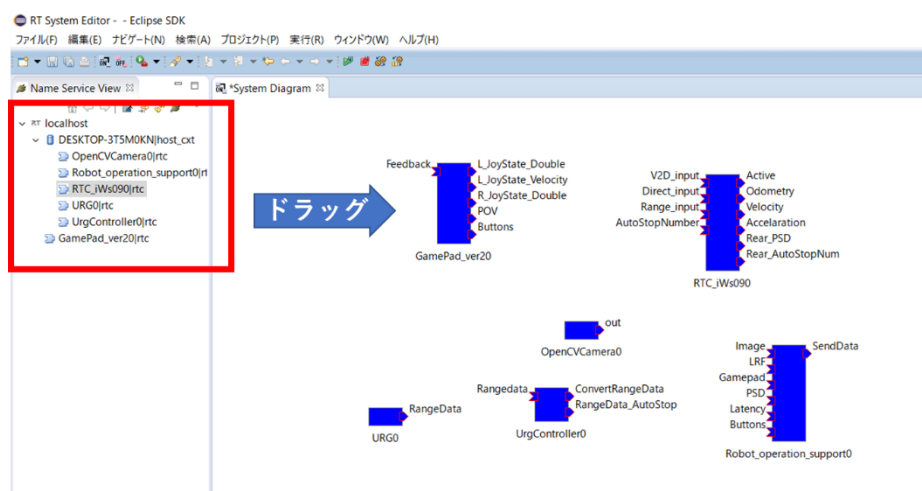

図 4-8 RTC 一覧
10. 図 4-8 の赤枠上部の localhost の左の三角マークをクリックすると、RTC の一覧が表示される。これらの RTC を図 4-8 のように System Diagram 上にドラッグする。